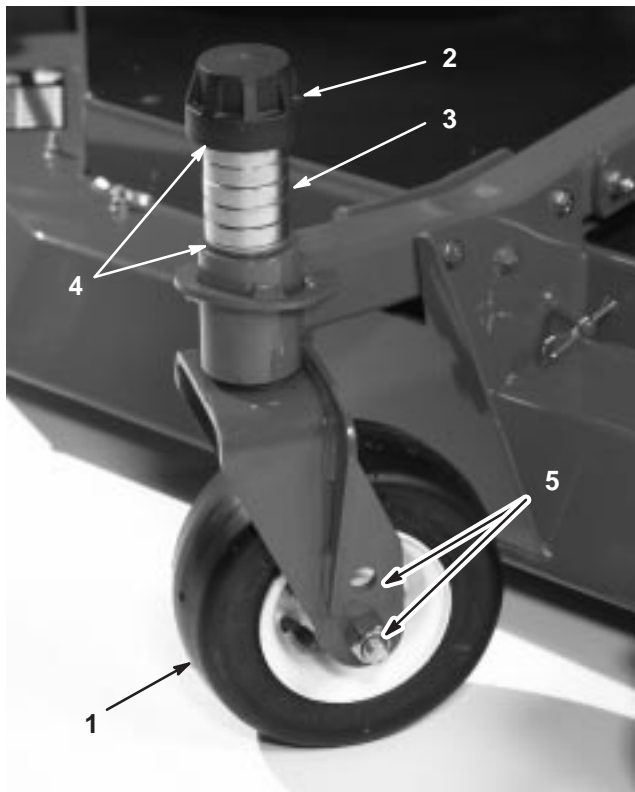

Figure 82
1. Enlevez le chapeau de tension de l'axe de pivot et sortez l'axe du bras pivotant (Fig. 82). Repositionnez les cales pour élever ou abaisser la roue pivotante, selon les besoins, et obtenir la bonne inclinaison.